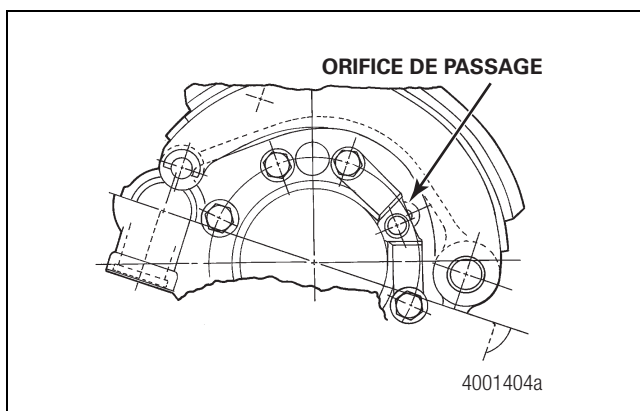

Figure 5.10
3. Acheminer le connecteur du capteur ABS par l'orifice du porte-segments de frein et du flasque de frein. Figure 5.10.